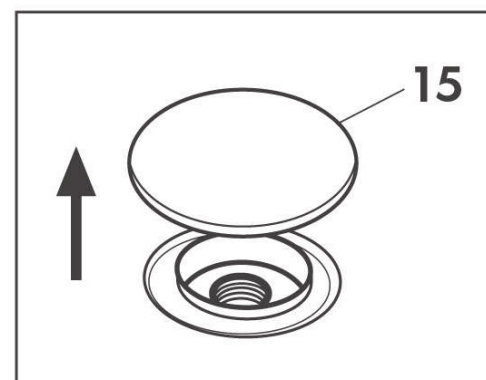

Fig. 4
Doe bij voorkeur gedemineraliseerd water of niet-schuimende reinigungsmiddelen in het hiervoor bestemde reservoir, door de dop op te tillen (15) (Fig. 4)